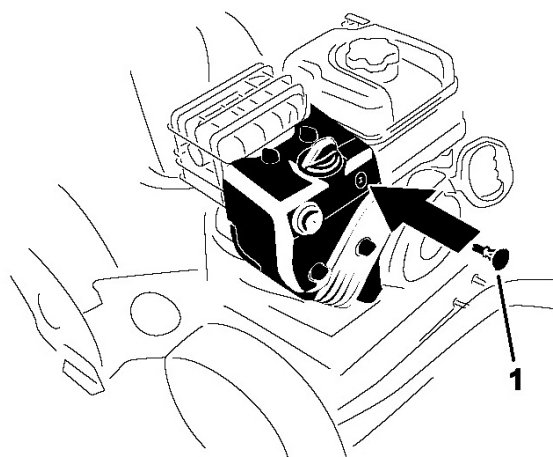

Рисунок 20.
3. Вставьте ключ зажигания (рис. 20).